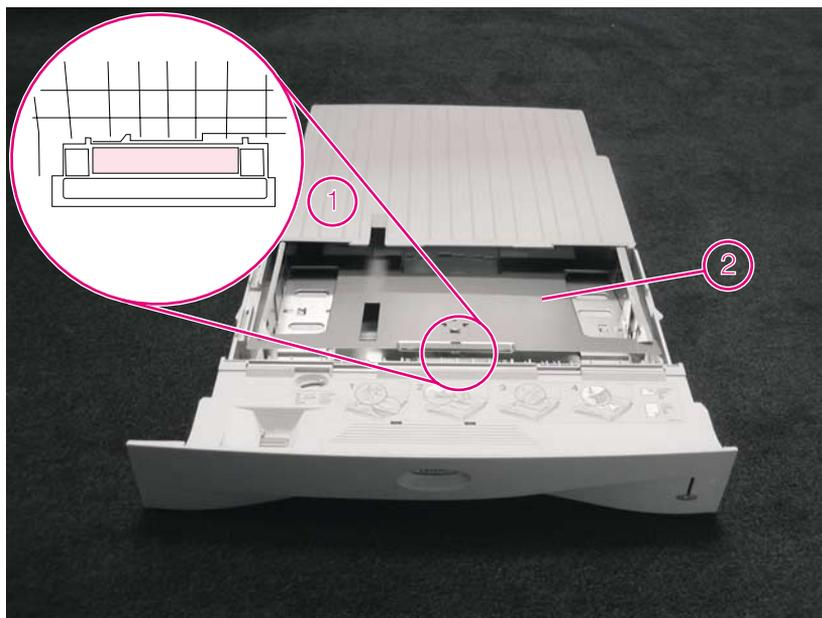
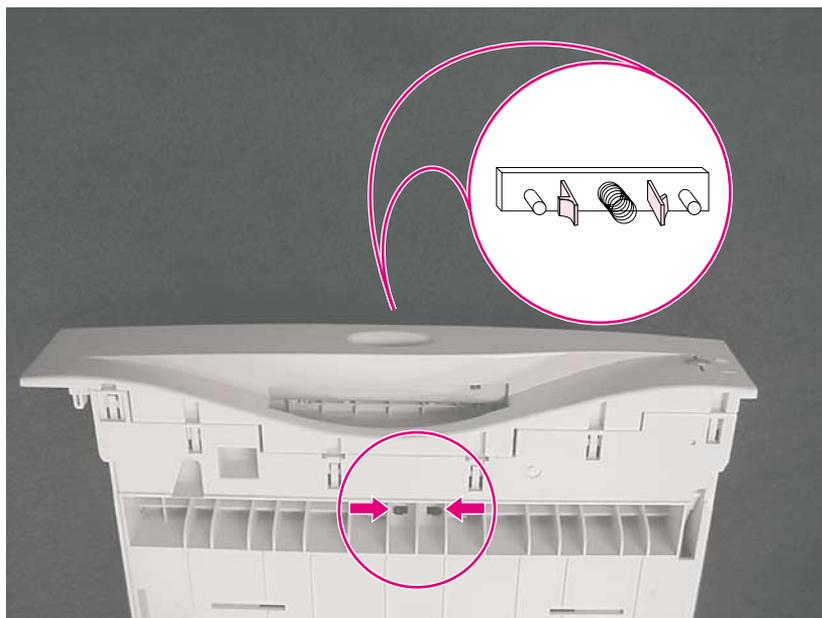

Figure 10
Figure 11 Retrait du ressort et du tampon de séparation du bac 2 (vue d'en bas)
- 2 Tout en appuyant sur la plaque de levage du papier (figure 10, détail 2), appuyez sur les languettes noires (situées sous l'avant du bac) pour dégager le tampon de séparation du bac.
(Reportez-vous à la figure 10, détail 1, et à la figure 11.)